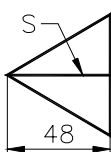
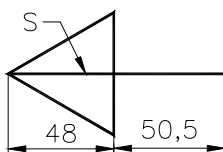

Fig. U7.37
Fig. U7.38
9. Se dorește ca linia notată cu *S* în Fig.U7.37 să fie prelungită cu 50,5 unități ca în Fig. U7.38. Ce comandă permite această operație?